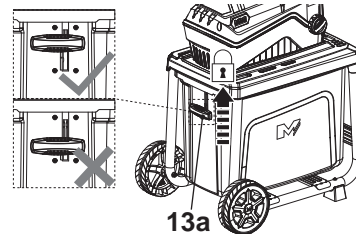

Fig. 6
2. Tire hacia arriba hasta el tope el interruptor del sistema de bloqueo (13a), a la posición de activado (Fig. 6).